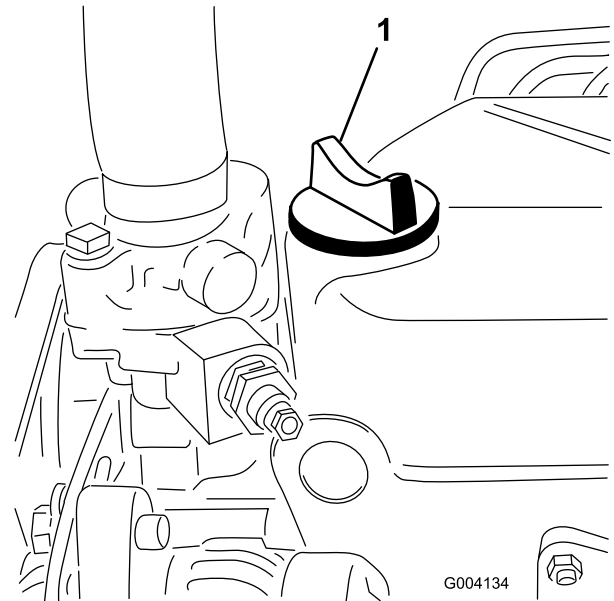

Figura 22
5. Si el nivel de aceite está por debajo de la marca **Lleno**, retire el tapón de llenado (Figura 22) y añada aceite hasta que el nivel llegue a la marca **LLENO** de la varilla. **No llene demasiado.**